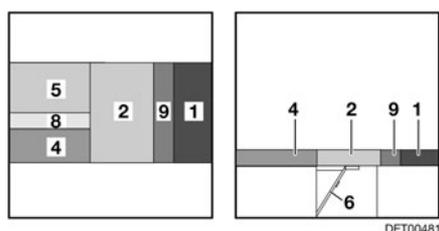

Fig. 121 Después de la transformación
- Tirar del cojín del asiento (Fig. 121,2) del banco longitudinal hacia el centro.
- Colocar el cojín del respaldo (Fig. 121,1) del banco longitudinal entre el cojín del asiento y la pared.
- Tirar el cojín del asiento (Fig. 121,5) hacia adelante sobre la mesa.
- Llevar el cojín del respaldo (Fig. 121,4) a la posición horizontal y tirarlo hacia el centro.
- Colocar el cojín adicional (Fig. 121,8) entre el cojín del respaldo (Fig. 121,4) y el cojín del asiento (Fig. 121,5).
- Colocar el cojín adicional (Fig. 121,9) entre el cojín del respaldo (Fig. 121,1) y el cojín del asiento (Fig. 121,2).